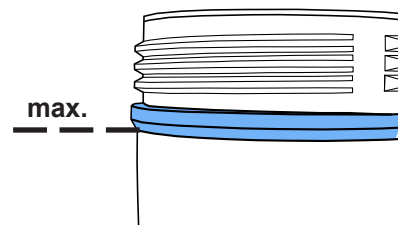

Fig. 7
- ⇒ Purger complètement le silo de sablage en appuyant sur la valve de purge (5).
- ⇒ Dévisser le couvercle du silo (4). (S'il n'est pas possible de desserrer le couvercle du silo, cela signifie qu'il y a encore de la pression dans le silo >>> actionner une nouvelle fois la valve d'échappement !)
- ⇒ Ne remplir l'abrasif que jusqu'au marquage max. (Fig. 7) (épaissement du silo de sablage au dessous du filetage).